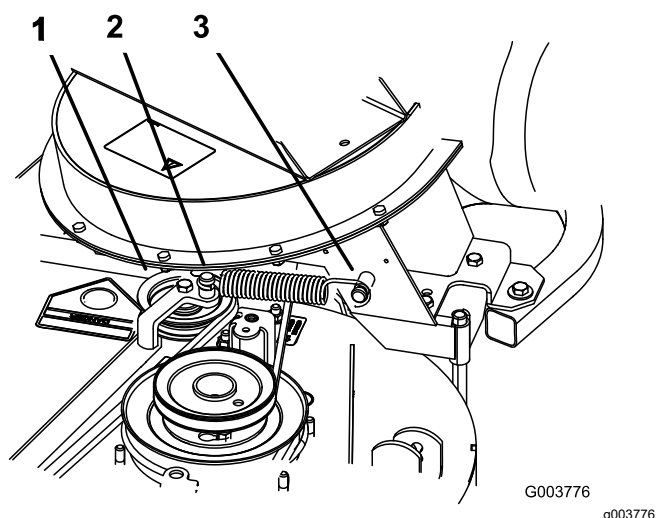

Figura 45
8. Instale a mola como se mostra na Figura 45.